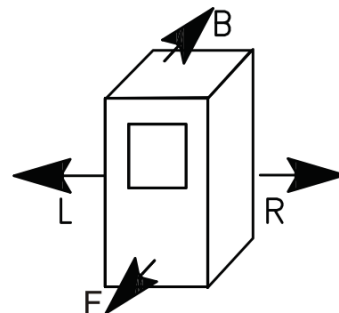

Abb. 1
- 3) Installation mit geschlossenem Gefäß und optionalem Ventil (siehe Abb. 1 auf Seite xx).
SICHERHEITSABSTÄNDE (Abb. 1)
Feuerfeste Teile der Verkleidung (Balken oder Rahmen) dürfen nicht mit dem Heizkamin in Kontakt kommen und müssen mindestens 1-2 cm entfernt sein, um eine Luftzirkulation zur Verhinderung von Hitzeansammlungen zu erlauben (siehe Abb. 1/a).
Die Rauchabzugshaubenverkleidung kann aus feuerfesten Gipskarton- oder Gipsplatten hergestellt werden, jedenfalls jedoch aus absolut unbrennbarem Material. Es ist gut, das Innere der Rauchfangabdeckung zu belüften, indem eine Luftzufuhr von unten (Zwischenraum zwischen Tür und Balken) geschaffen wird, die durch Konvektion aus einem oben anzubringendem Luftgitter entweicht und so Wärmerückgewinnung ermöglicht und Überhitzung verhindert (siehe Abb. 1/a).